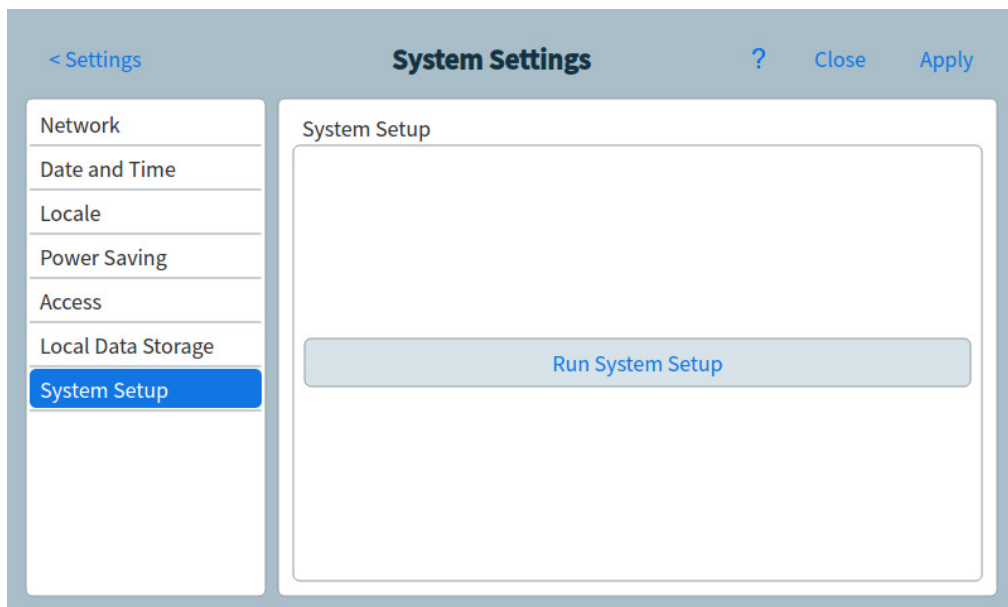

Abbildung 60. Seite „Systemeinrichtung“
- 1 Drücken Sie auf der Seite „System Settings“ (Systemeinstellungen) auf die Seitenauswahlschaltfläche **System Setup (Systemeinrichtung)**. Die Seite „System Setup“ wird eingeblendet. Siehe Abbildung 60.